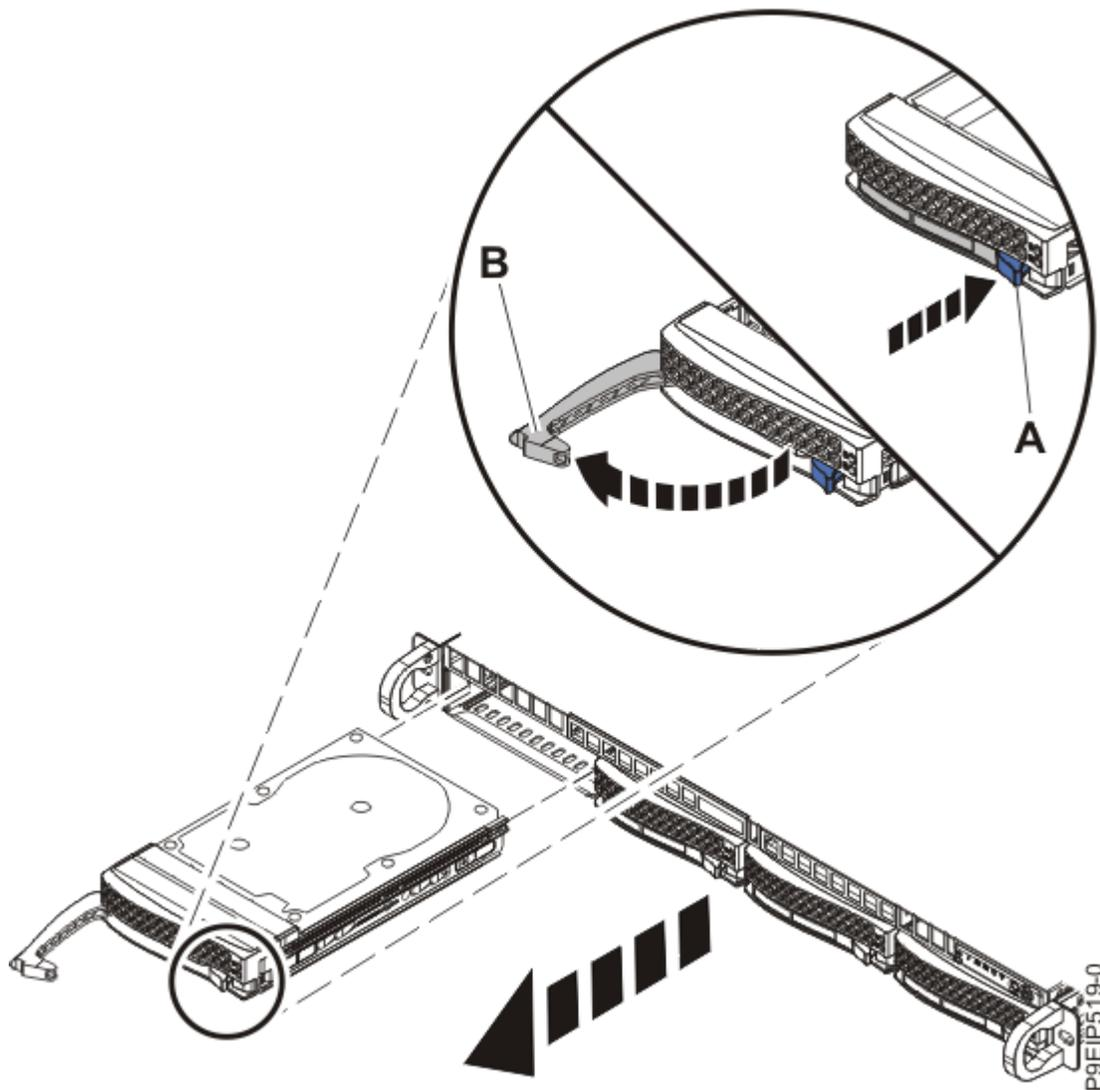

Figura 1. Extracción de una unidad de disco
3. Utilizando la información de posicionamiento, desbloquee el asa de la bahía de unidad **(B)** presionando el pestillo del asa **(A)** como se muestra en la Figura 1 en la página 4. Tire del asa de la